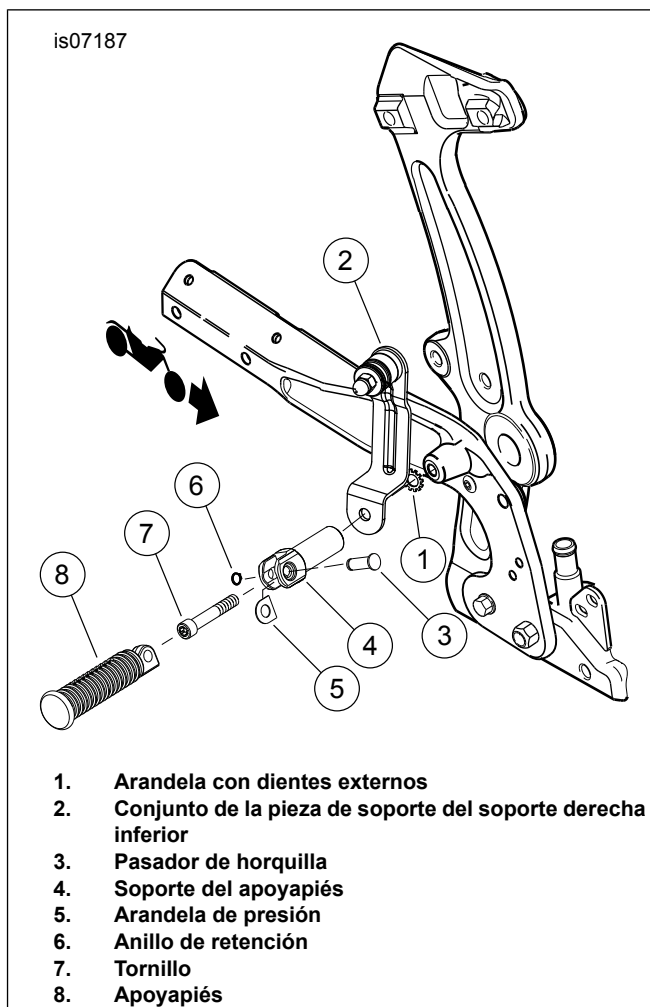

Figura 4. Conjunto de la pieza de soporte del soporte derecha inferior
1. Modelos FXS: Vea Figura 4 o Figura 5. En el lado derecho de la motocicleta, quite el apoyapiés del pasajero (8), el anillo de retención (6), el pasador de horquilla (3) y la arandela de presión (5).